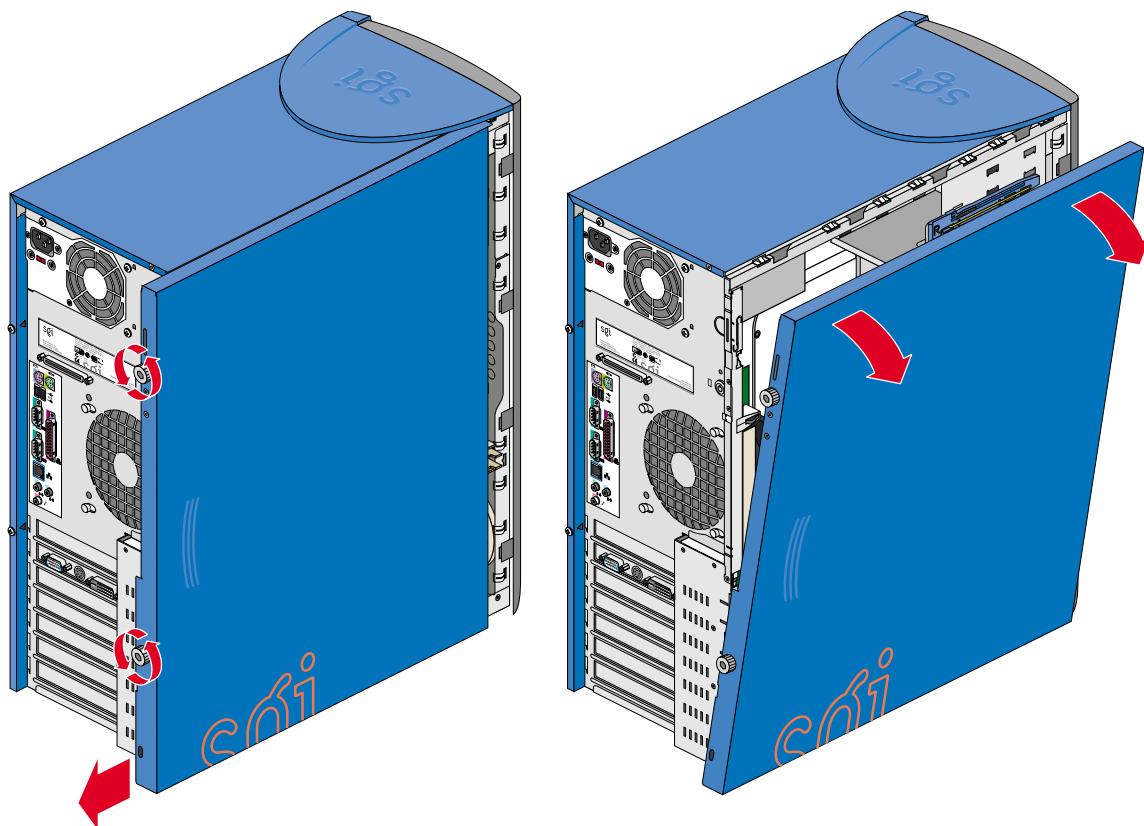

図 2-1 サイドパネルの取り外し
3. サイドパネルを取り外すには、図2-1を参照しながら以下の指示に従ってください。